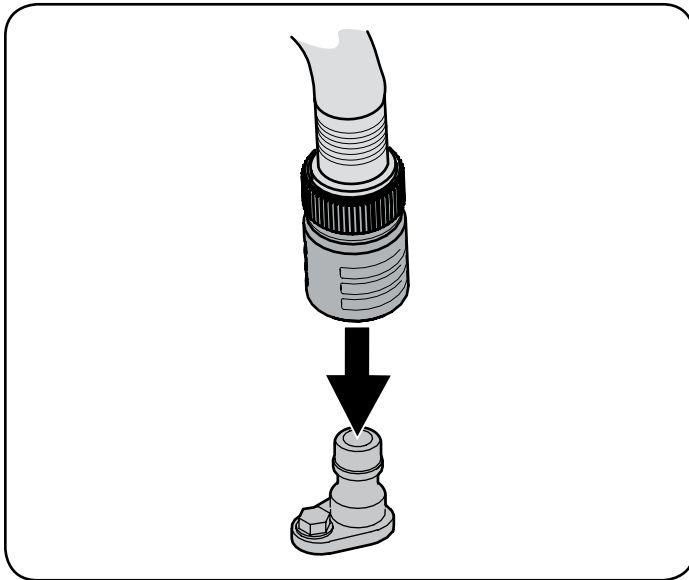

Figura 17
4. Una el acople de la manguera al puerto de agua que se encuentra en la superficie de la plataforma. Vea la Figura 17.